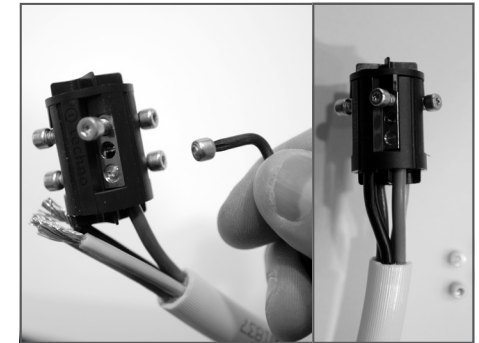

FIG. 5a
- The screws have to be tighten down clockwise, until the screw head shear, same as in **Fig. 5a**
Las vidas tienen que ser estrechadas por el sentido orario hasta que la cabeza de la vida se rebana, como en la foto Fig. 5a